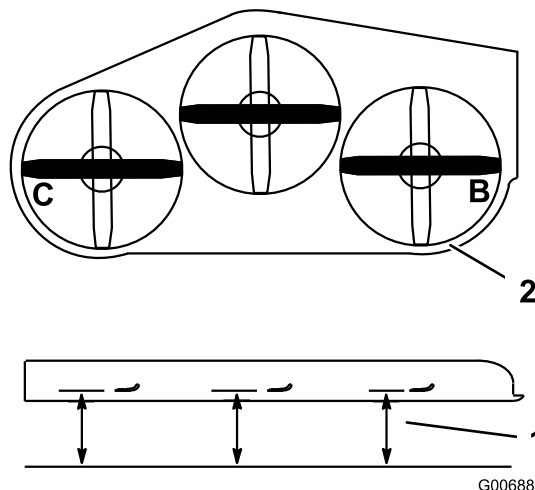

Figura 85
- Mida en las posiciones **B** y **C** desde una superficie nivelada hasta el filo de corte de los extremos de las cuchillas (Figura 85).